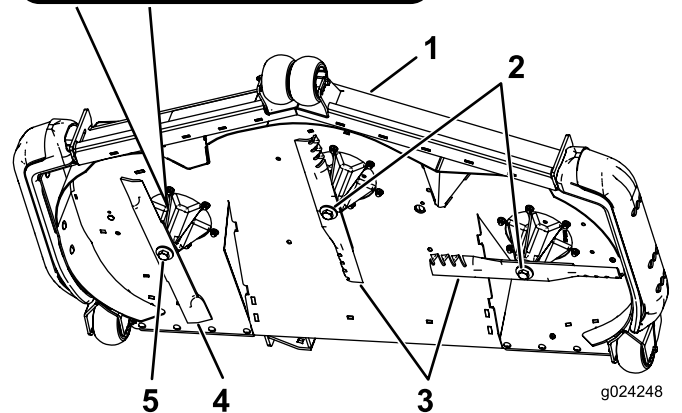

Figura 116
Nota: Annotate il tipo di lama e l'esatto posizionamento. Vedere Figura 116 per conoscere la posizione esatta.
bullone con filetto sinistrorso. Utilizzate Figura 116 per il posizionamento corretto delle lame del tosaerba.
1. Installate la lama sinistra e centrale, le rondelle curve e i bulloni della lama sugli assi del fusello (Figura 115 e Figura 116).
2. Installate la lama destra, la rondella curva e il bullone della lama (bullone con filettatura a sinistra) sull'asse del fusello (Figura 115 e Figura 116).